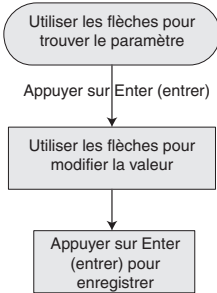

Figure 12 – Modifier la valeur des paramètres.
B. Suivre la séquence de pression des touches illustrée à la figure 12 :
Le mot de passe verrouille ou déverrouille les touches bleues du clavier. Toutes les unités INTELLIDRIVE de PENTEK sont expédiées de l'usine avec le mot de passe par défaut 7777. Il peut être remplacé par n'importe quel autre numéro de 1 à 4 chiffres. Pour réinitialiser le mot de passe afin de configurer un mot de passe unique pour l'unité, déverrouiller le clavier (voir ci-dessous) et suivre la séquence de pression des touches illustrée à la figure 12 pour effectuer le changement.